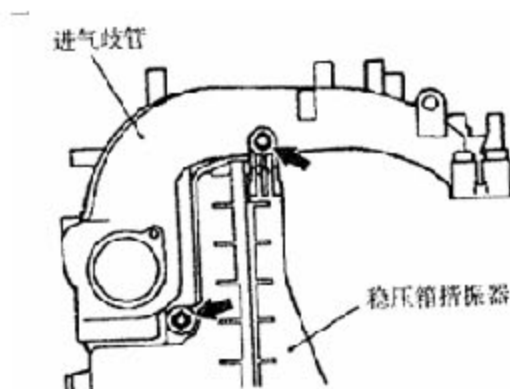

图 8-8
- 2). 进水管的拆卸拆下稳压箱谐振器的安装螺栓、错开稳压箱谐振器。（见图 8-8）